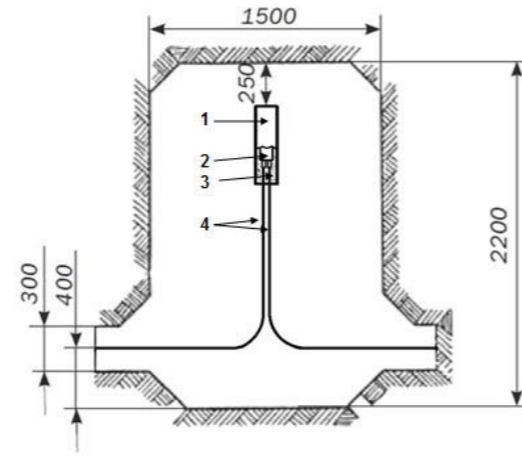

Рис. 4.10. Укладка кабелей и в муфты в котловане:
**4.16.** Производят выкладку кабеля и укладку смонтированной муфты в котловане (Рис. 4.10).